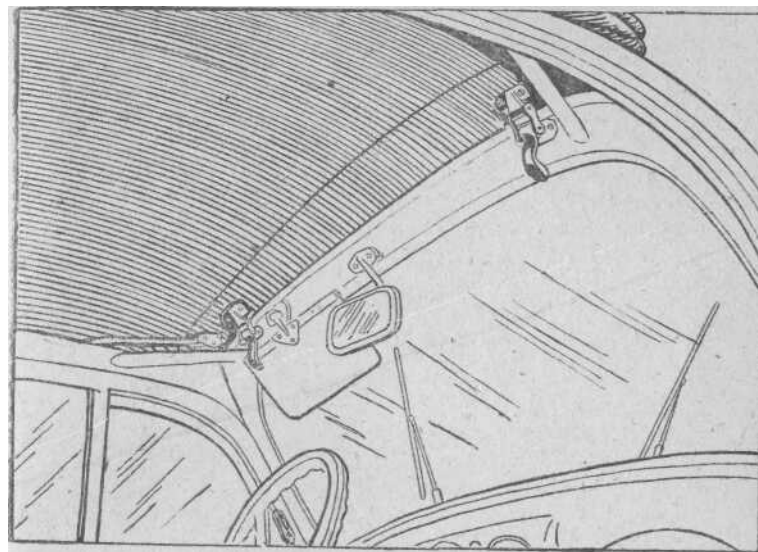

Рис. 23-Освобождение шарнирных замков лобового бруса
1. Освободить шарнирные замки, расположенные справа и слева на внутренней стороне лобового бруса тента (рис. 23).